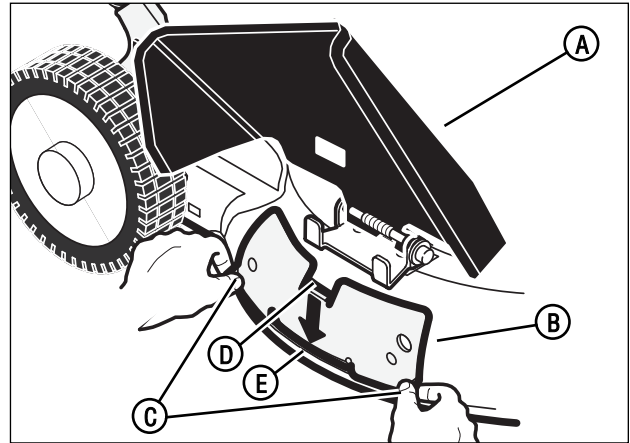

Figura 12: Instalación de la placa para el modo de triturador (Sólo los modelos MD2250 y NMD2250)
1. Levante el deflector tipo canal (A, Figura 12).
2. Alinee la placa (B) del triturador con la abertura de descarga lateral. Verifique que las dos salientes de alineación (C) están dentro de la abertura.
3. Monte la lengüeta (D), ubicada en la parte superior de la placa del triturador, adentro de la cubierta del cortacésped.
4. Monte la lengüeta (E), ubicada en la parte inferior de la placa del triturador, adentro de la cubierta del cortacésped.